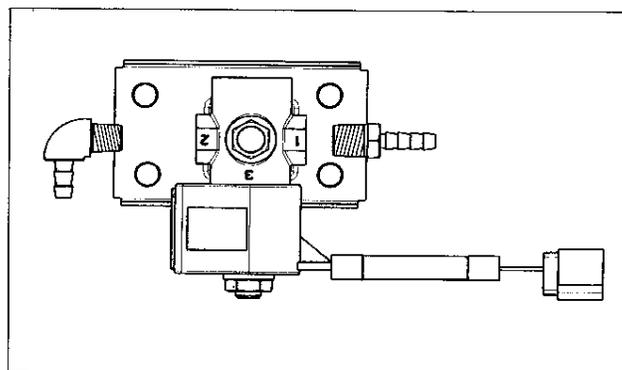

Fig. 9
- Conecte las guarniciones de manguera al solenoide (vea la Fig. 9). Asegúrese de orientar la guarnición en 90° con la salida apuntando hacia el cuerpo del solenoide de vacío, como se muestra en la Figura 9.
- a. Encamine la manguera conectada al conjunto del freno sobre las líneas de calefacción/aire acondicionado, manteniéndola alejada del múltiple de escape y la tubería del colector. Conecte el otro extremo de la manguera al codo de 90° conectado a la lumbrera del solenoide marcada con "2" (vea la Fig. 9).